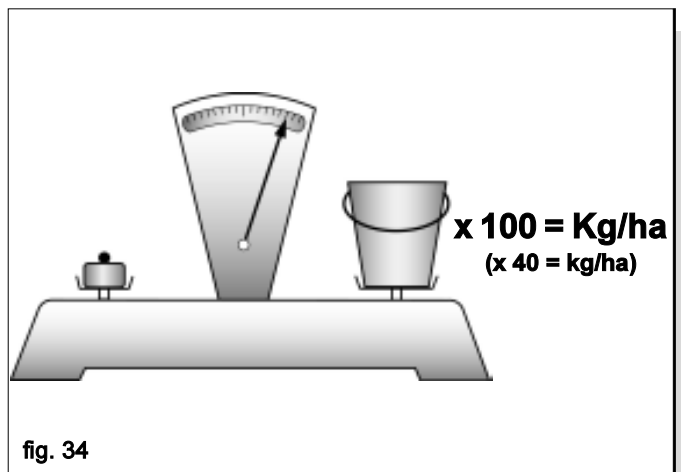

fig. 34
- 7) Die in den Sammelbehältern gesammelte Saatgutmenge wiegen und unter Bezug auf die durchgeführten Drehungen mit 100 oder 40 multiplizieren. Das Ergebnis ist die in Kilogramm pro Hektar ausgestreute Saatgutmenge (Abb. 34).